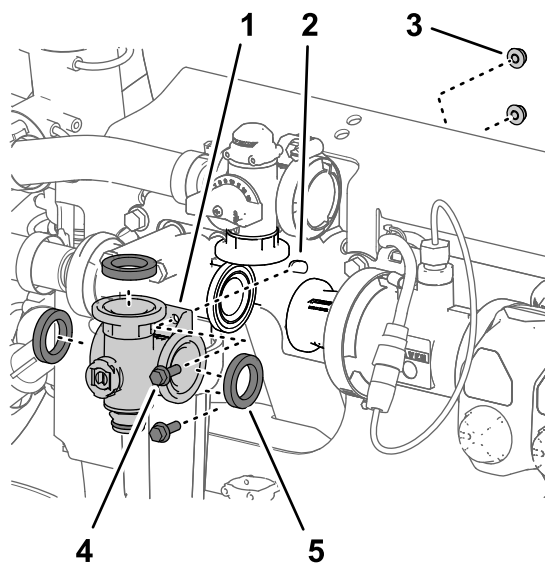
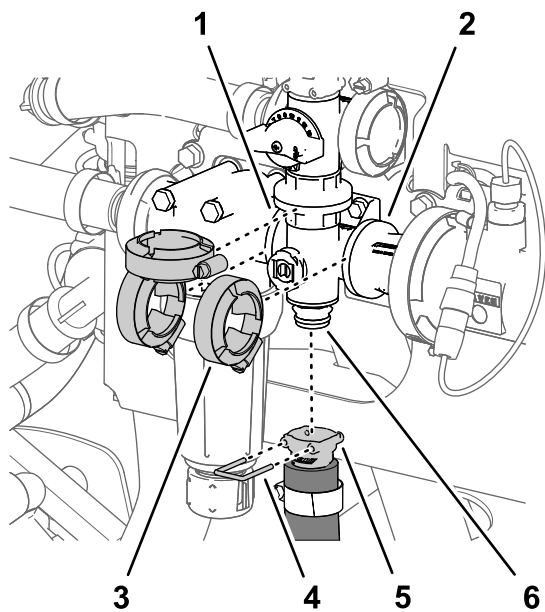

图 120
图 121
1. 将搅拌阀歧管凸缘、3 个垫片与搅拌旁通阀、压力式滤头和耦合适配器的凸缘对齐图 120 和图 121。
2. 用在 拆下搅拌歧管阀 \(页码 63\) 中卸下的 3 个法兰夹具将搅拌阀歧管松松固定至搅拌旁通阀、压力式滤头和耦合适配器 图 121。
5. 用手拧紧 3 个法兰夹具 图 121。
6. 用快速连接销将搅拌软管的快速连接耦合器安装到搅拌阀歧管的快速连接接头上 图 121。